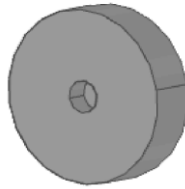

Рис. 1
2) поглинання (рис. 2b) – внутрішня циркуляція повітря через вугільні фільтри (рис. 1).
При внутрішній циркуляції слід установити вугільні фільтри (рис. 1). Очищене фільтрами повітря повертається через вихідний отвір. Вугільні фільтри слід міняти не рідше одного разу в 3 місяці (залежно від інтенсивності приготування їжі).